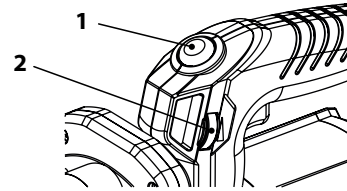

Рис. 1
**ВНИМАНИЕ!** Перед подключением инструмента всегда проверяйте, правильно ли срабатывает пусковой крючок переключателя, и возвращается ли он в автоматическом режиме в положение «ВЫКЛ.» (Рис. 1).